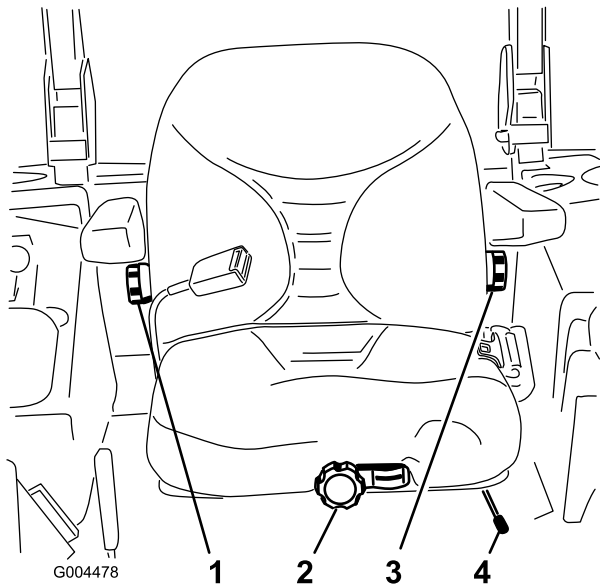

Figura 8
1. Para ajustar o banco, empurre a alavanca para o lado para desbloqueá-lo (Figura 8).
Sem estar sentado no banco, rode o botão da frente numa das direções para proporcionar o máximo conforto (Figura 8).
Para ajustar as costas do banco, rode o botão, localizado sob o apoio do lado direito, numa das direções para proporcionar o máximo conforto (Figura 8).
Para ajustar as costas do banco, rode o botão, sob o apoio do lado esquerdo, numa das direções para proporcionar o máximo conforto (Figura 8).